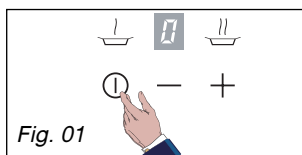

Fig. 01
— **Seleccione** el quemador que desea utilizar colocando el dedo bien recto y plano sobre el mando ① correspondiente (Fig. 01).